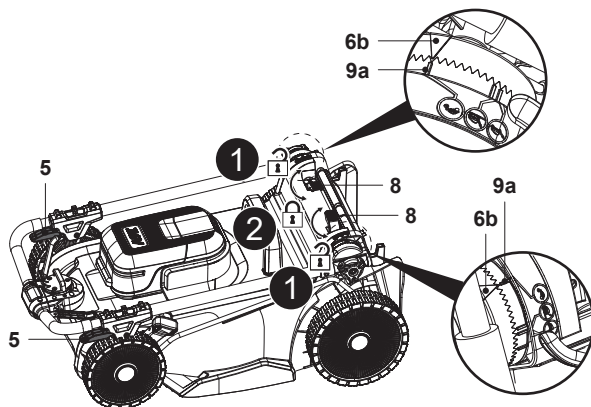

Fig. 26
9. Pour gagner de la place, il est également possible d'ouvrir les deux leviers de verrouillage (5) et d'insérer le guidon supérieur jusqu'en butée, de fixer les raccords (5, 8) et de s'assurer que le triangle de repère (6b) est aligné sur l'indicateur de stationnement (9a) afin d'éviter toute dispersion (Fig. 26).